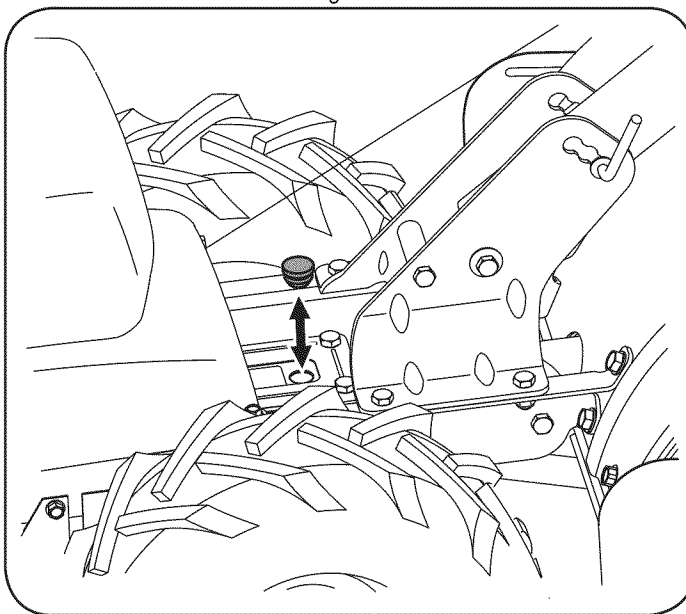

Figura 7
5. Saque el tapón de llenado de aceite de la tapa del alojamiento de la transmisión y ubique el eje de transmisión principal situado dentro del alojamiento. Vea la Figura 7.